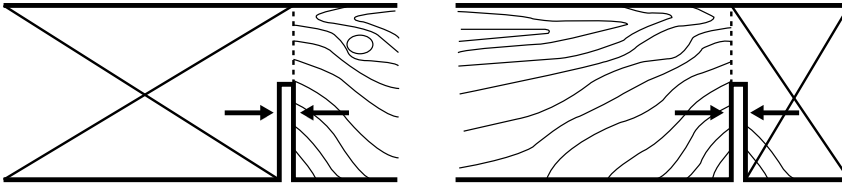

Fig. 13
- > Tenez compte de l'épaisseur du trait de scie lorsque vous effectuez des coupes le long de lignes tracées. Ne coupez pas directement sur la ligne, mais juste à côté de celle-ci (Fig. 13).